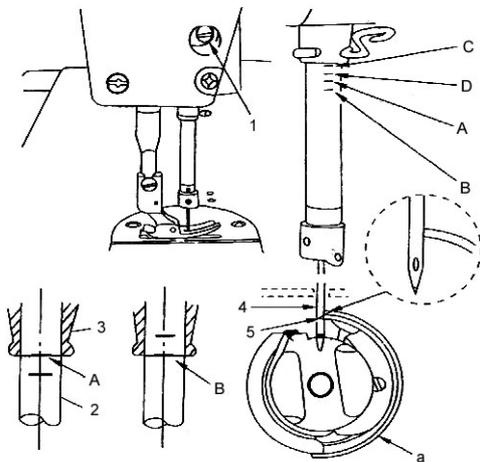

Fig. 20
14. RELAÇÃO ENTRE AGULHA E LANÇADEIRA (FIG. 20)